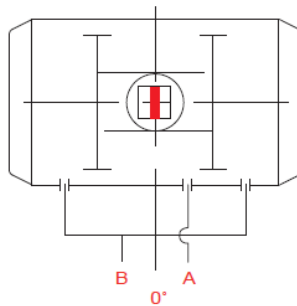
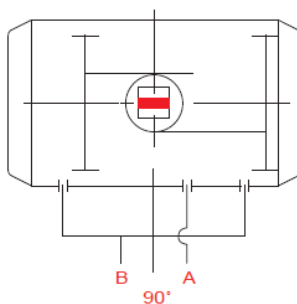

Рисунок 1
Рисунок 2
8. Регулировка: Подайте сжатый воздух при низком давлении в Порт В (см. Рис. 1). Используя шестигранный ключ, поверните регулировочный винт (справа), пока вал шестерни не встанет перпендикулярно оси привода (положение 0°); затяните гайку. Далее подайте сжатый воздух при низком давлении на порт А, чтобы открыть привод. Вал шестерни должен быть 90° (по отношению к положению 0°), в соответствии с приводом оси (см. Рис. 2). Если это не выполнено, действуйте на упорный болт (слева) и затяните гайку.